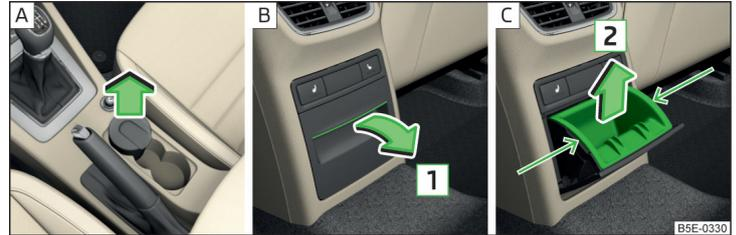

Abb. 84 Aschenbecher vorn herausnehmen / Aschenbecher hinten öffnen / Aschenbechereinsatz hinten herausnehmen
- Den Aschenbecher in Pfeilrichtung herausnehmen » Abb. 84 - A.
- Am Oberteil der Vertiefung ziehen und den Aschenbecher in Pfeilrichtung 1 aufklappen » Abb. 84 - B.
- Den Einsatz im mit Pfeilen gekennzeichneten Bereich fassen und in Pfeilrichtung 2 herausnehmen » Abb. 84 - C.